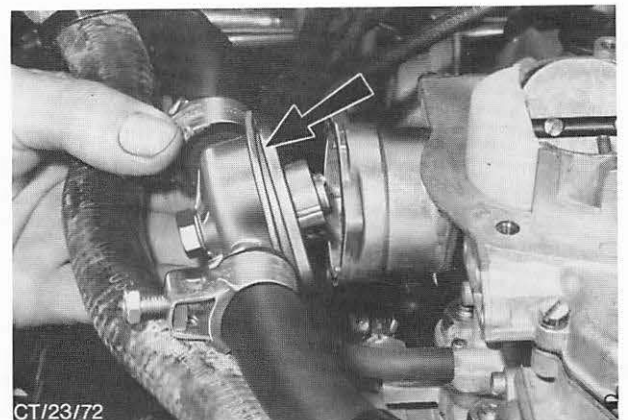

Abb. 137 Wassergehäuse mit Thermofedergehäuse komplett – Startautomatik abbauen
4. Schrauben (3) entfernen, Wassergehäuse der Startautomatik mit Thermofeder kompl. abbauen und Abschirmscheibe aus dem Startautomatik-Gehäuse entfernen. Abb. 137.